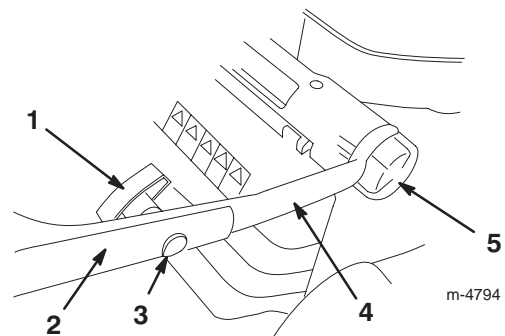

Figura 2
1. Afloje los pomos de ajuste de altura del manillar y gire la parte inferior del manillar hacia la parte trasera del cortacésped hasta que encaje en un de los ajustes de altura del manillar, según muestra la Figura 2. Para ajustar la altura del manillar, consulte Ajuste de la altura del manillar en la página 7.
3. Instale la parte superior del manillar en la parte inferior con los pernos de cabeza ovalada y los pomos, según muestra la Figura 2. **Apriete firmemente los pomos del manillar.**